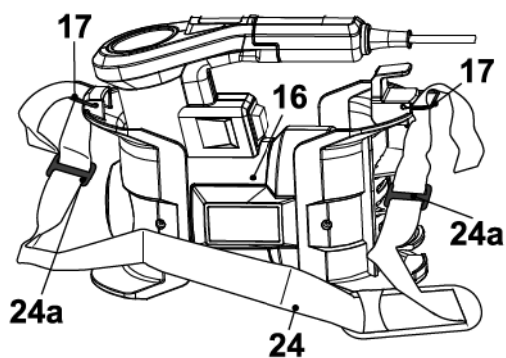

Fig. 9
- > Pase ambos extremos de la correa de hombro (24) por los ganchos de la correa (17) (Fig. 9).